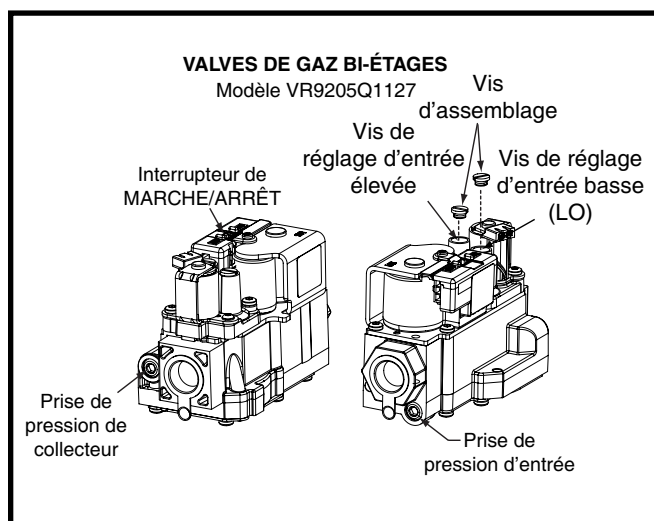

Figure 7. Emplacement des bouchon et prise de régulateur
4. Réglez le bouton de marche/arrêt du robinet de gaz en position ON (marche). Voyez la Figure 7 (page 19).
2. Utilisez une clé hexagonale 3/16 po pour retirer le bouchon de la prise de pression d'entrée (côté ENTRÉE du robinet de gaz). Voyez la Figure 7 \(page 19\).
5. Ouvrez (ON) l'alimentation principale de gaz au robinet.
3. Utilisez une clé hexagonale 3/16 po pour retirer le bouchon de la prise de pression d'admission située du côté sortie du robinet de gaz (Figure 7).
1. Retirez la vis d'assemblage du dessus du régulateur du robinet de gaz (Figure 7).